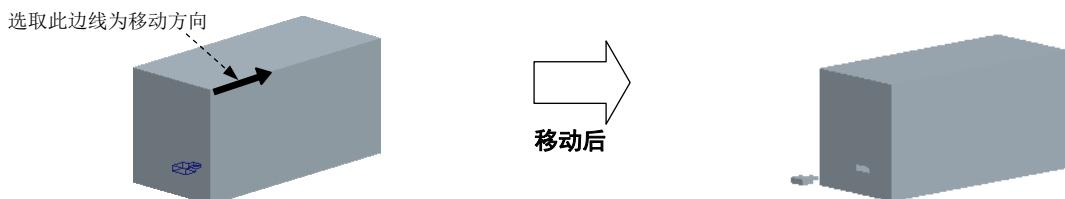

图 12.47 移动滑块
Step2. 开模步骤 1：移动滑块。选取图 12.47 所示的边线为移动方向，移动的距离值为 -60，并按回车键，选择 **Done 完成** 命令，完成滑块的开模动作。